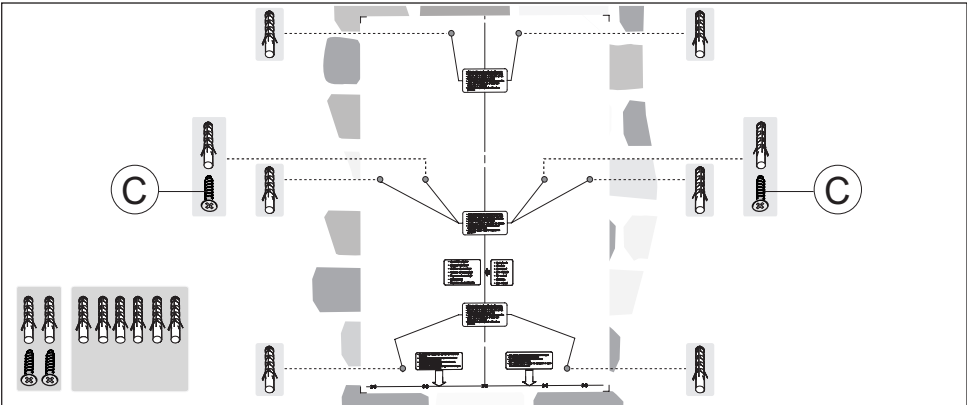

Fig.5
- Posizionare la dima di fissaggio sulla parete (tenendo conto della distanza minima dal piano di cottura) fig.5.
- Posizionare i tasselli ad espansione e avvitare parzialmente le 2 viti **C** fig.5.